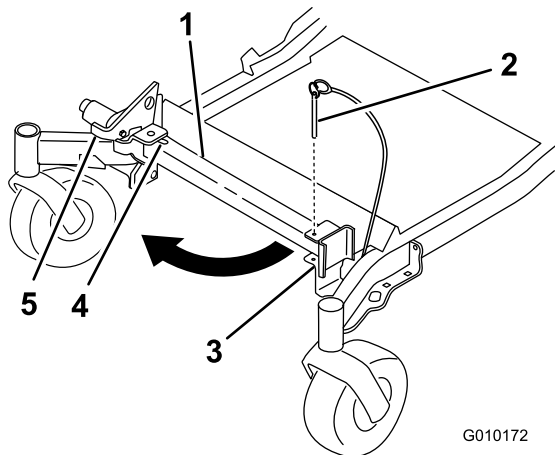
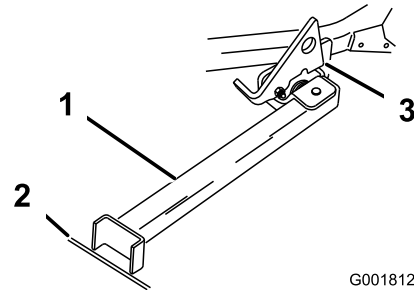

Figura 42
Figura 43
2. Togliete il perno dalla staffa (Figura 42).
4. Portate il piede del supporto sul davanti e spostatelo verso la macchina, nell'intaglio inferiore (Figura 42 e Figura 43).
5. Mettete a terra il piede del supporto e appoggiate il dispositivo di chiusura sull'asta orientabile (Figura 43).
**Nota:** Per ottenere risultati ottimali, appoggiate il piede del supporto nelle fessure del marciapiede o nel tappeto erboso (Figura 43).
7. Guidate la macchina sul supporto. Fermatevi quando il dispositivo di chiusura cade sull'asta e si chiude (Figura 43).
5. Riportate il supporto in posizione di riposo (Figura 42).